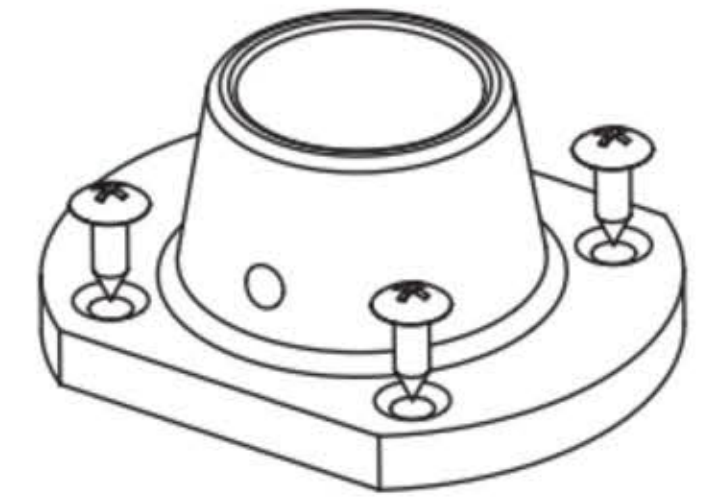

Figure 2
2. Locate the mounting holes as shown in figure 1 a, b, c and affix the bottom positioner to the closet floor with (4) 3/4" x #8 oval headed screws. Note: Shaft locking screw must face the closet opening. (See figure 2)
2. Trouver les trous de montage suivant les indications de l'illustration 1 et installer la base du positionneur du bas au plancher de la garde-robe avec 4 vis à tête ovale 3/4" x #8. Note: La vis de blocage de l'axe doit faire face à l'ouverture du placard. (Voir le figure 2)